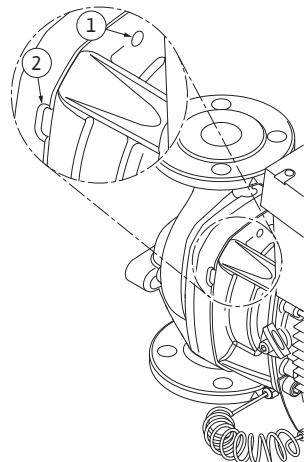

Fig. 51: Gänghål och skåror för att avlägsna instickssatsen från pumphuset
13. Avlägsna instickssatsen (se fig. 13) från pumphuset. Här bör två gänghål (fig. 51, pos. 1) användas, särskilt för att lossa fästet. Skruva in lämpliga skruvar i gänghålen för att lossa fästet. Om instickssatsen är lättgående kan dessutom skåror (fig. 51, pos. 2) mellan pumphuset och lanternan användas vid avlägsnandet (anvärd t.ex. två skravmejslar som hävstång). När instickssatsen har tryckts ut ca 15 mm förs den inte längre i pumphuset.